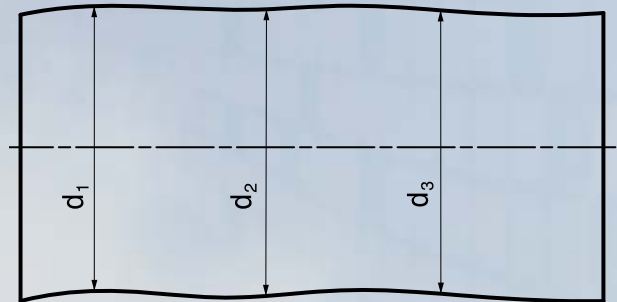

Figura 4.6 Diámetros locales.
1. Cada diámetro local real del árbol debe permanecer dentro de la tolerancia dimensional de 0,04 y puede por lo tanto variar entre  $\varnothing 150$  y  $\varnothing 149,96$  (Figura 4.6).